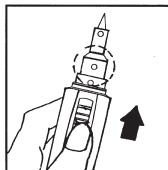

Abb. 5
6. Die Spitze 3–5 Sekunden erwärmen lassen. Der keramische Einsatz in der Spitze wird durch die Hitze langsam rot. Dann ist der Lötkolben/die Heißluftdüse einsatzbereit. *Siehe Abb. 5.*